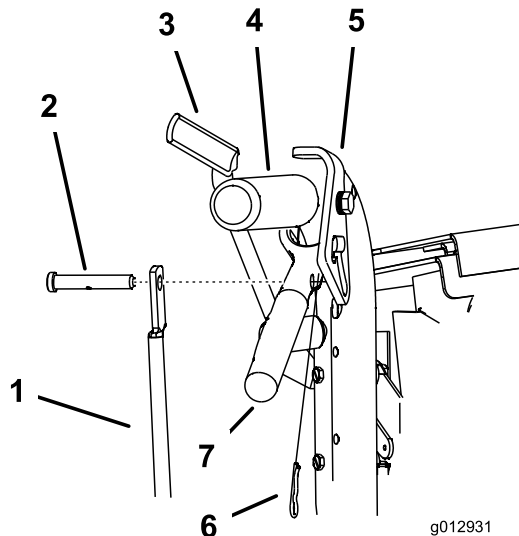

Figure 45
1. Retirez les goupilles fendues et les axes de chape des leviers de déplacement et des verrous du point mort (Figure 45).